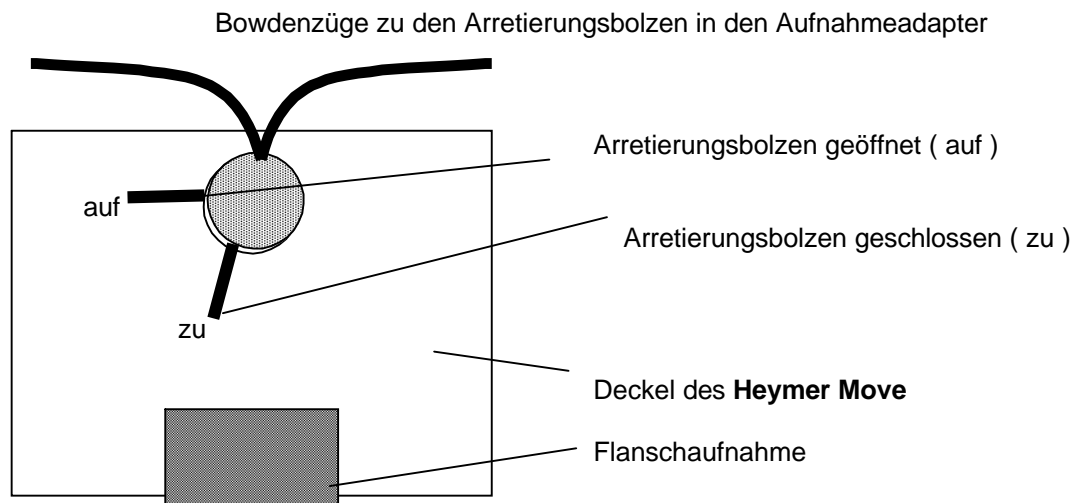

Abb. 13 Verstellhebel zum Öffnen und Schließen der Bolzen in den Aufnahmeadaptern
- der Verstellhebel der Arretierungsbolzen nach vorn gedreht werden (Abb. 13)